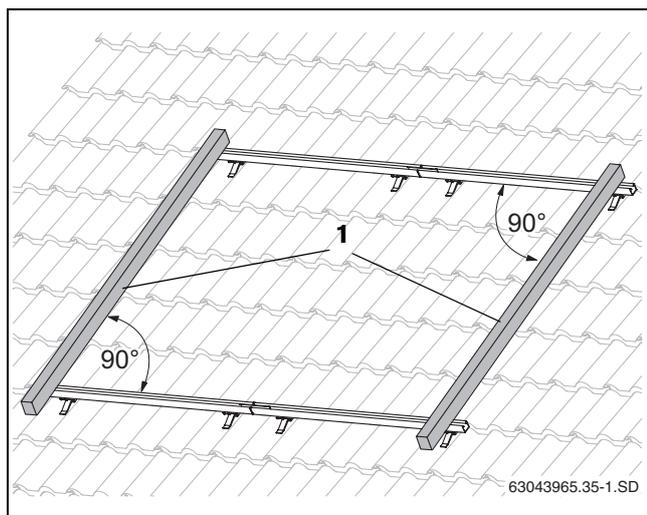

Fig. 29 Mettere a livello le guide profilate
- Disporre le guide profilate superiori e inferiori l'una accanto all'altra in modo da formare delle file, e allinearle orizzontalmente (fig. 29; servirsi di una livella a bolla d'aria).
Misurare le diagonali oppure mettere p.e. un listello da tetto (fig. 29, pos. 1) alle estremità delle guide profilate. L'angolo fra il listello da tetto e le guide profilate deve essere di 90° . Mettere a livello le guide profilate tramite i fori oblunghi.